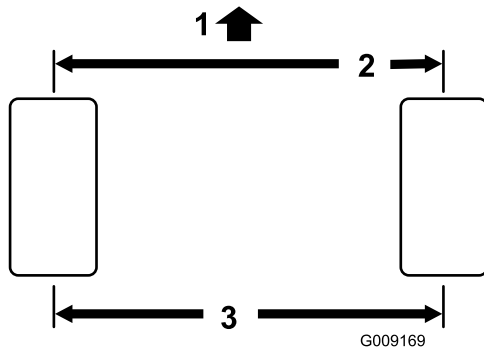

図 54
2. 後輪の前と後ろで、左右のタイヤの中央線間距離を測る（アクスルの高さ位置で計測）（図 54）。前後での計測値の差が 0 ± 3 mm の範囲内であれば適切である。タイヤを90度回し、同じように計測して再確認する。